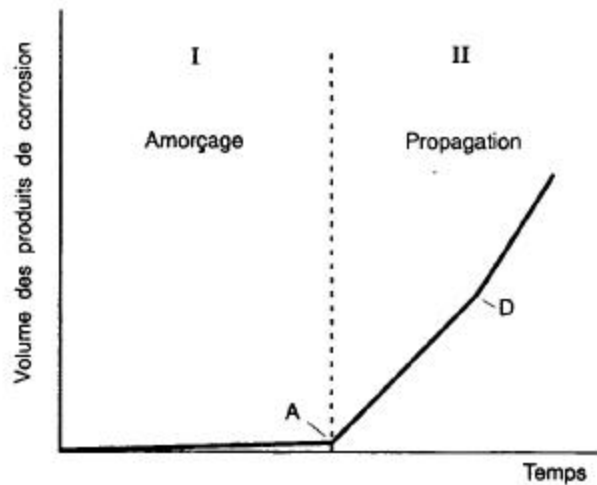

Fig 2.106 - Schéma de la cinétique du comportement des armatures et du béton d'enrobage.
- Selon Tuutti3, **l'évolution** de la corrosion des aciers d'armature s'effectue généralement en **deux étapes** (Fig 2.106).